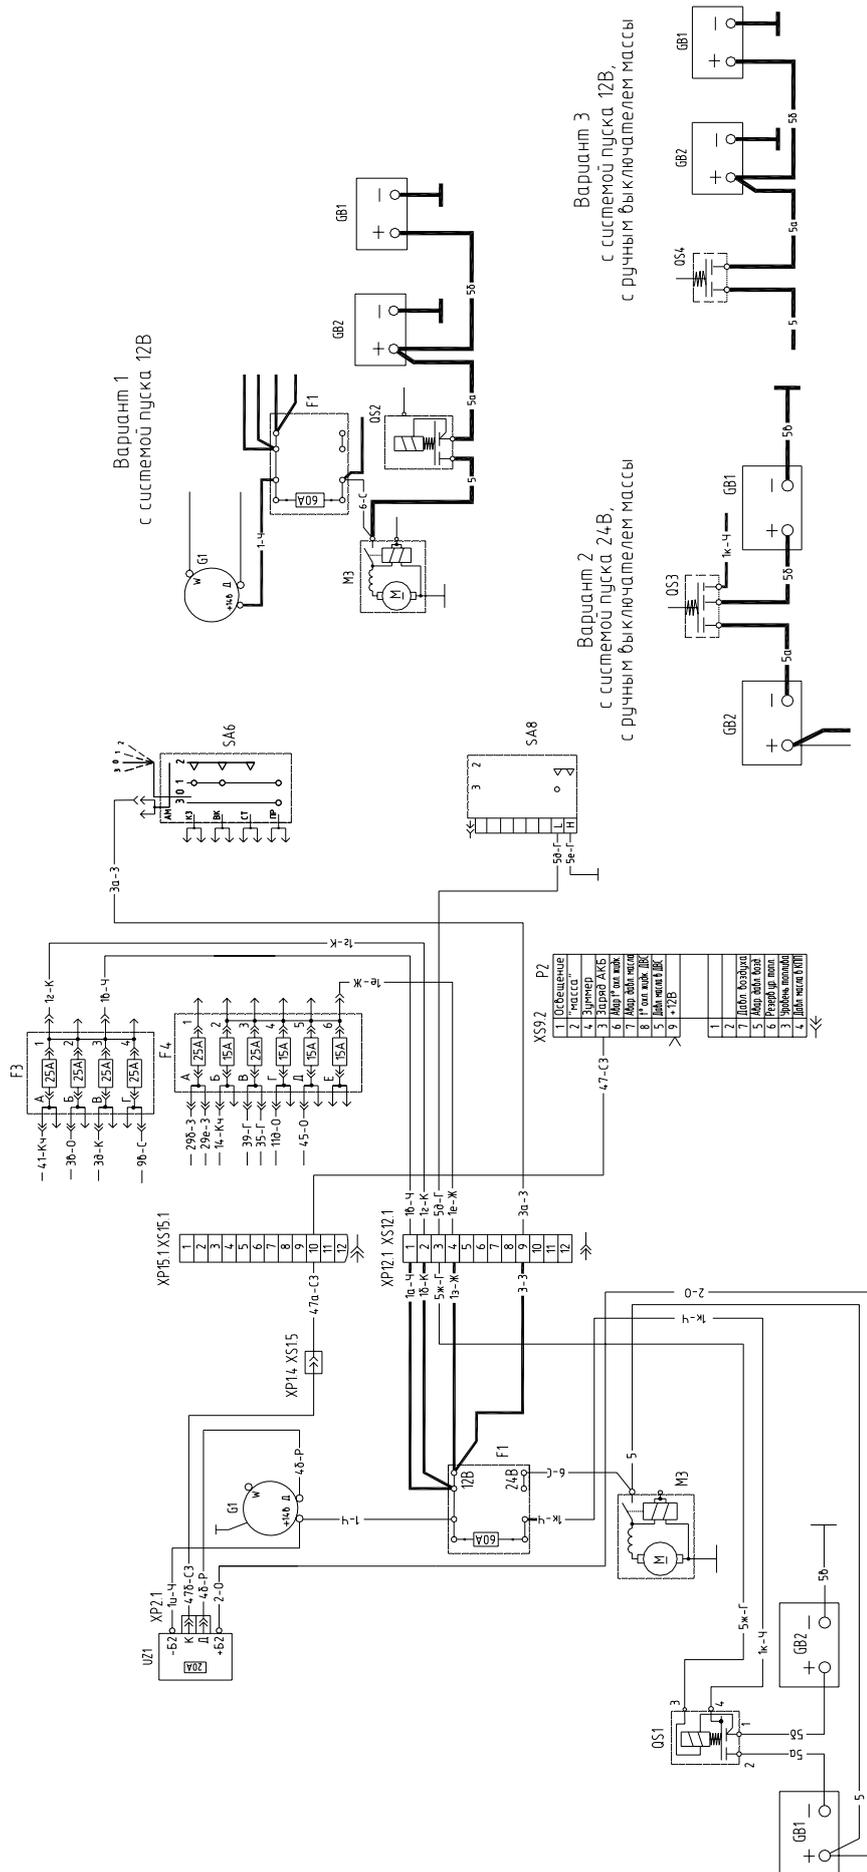
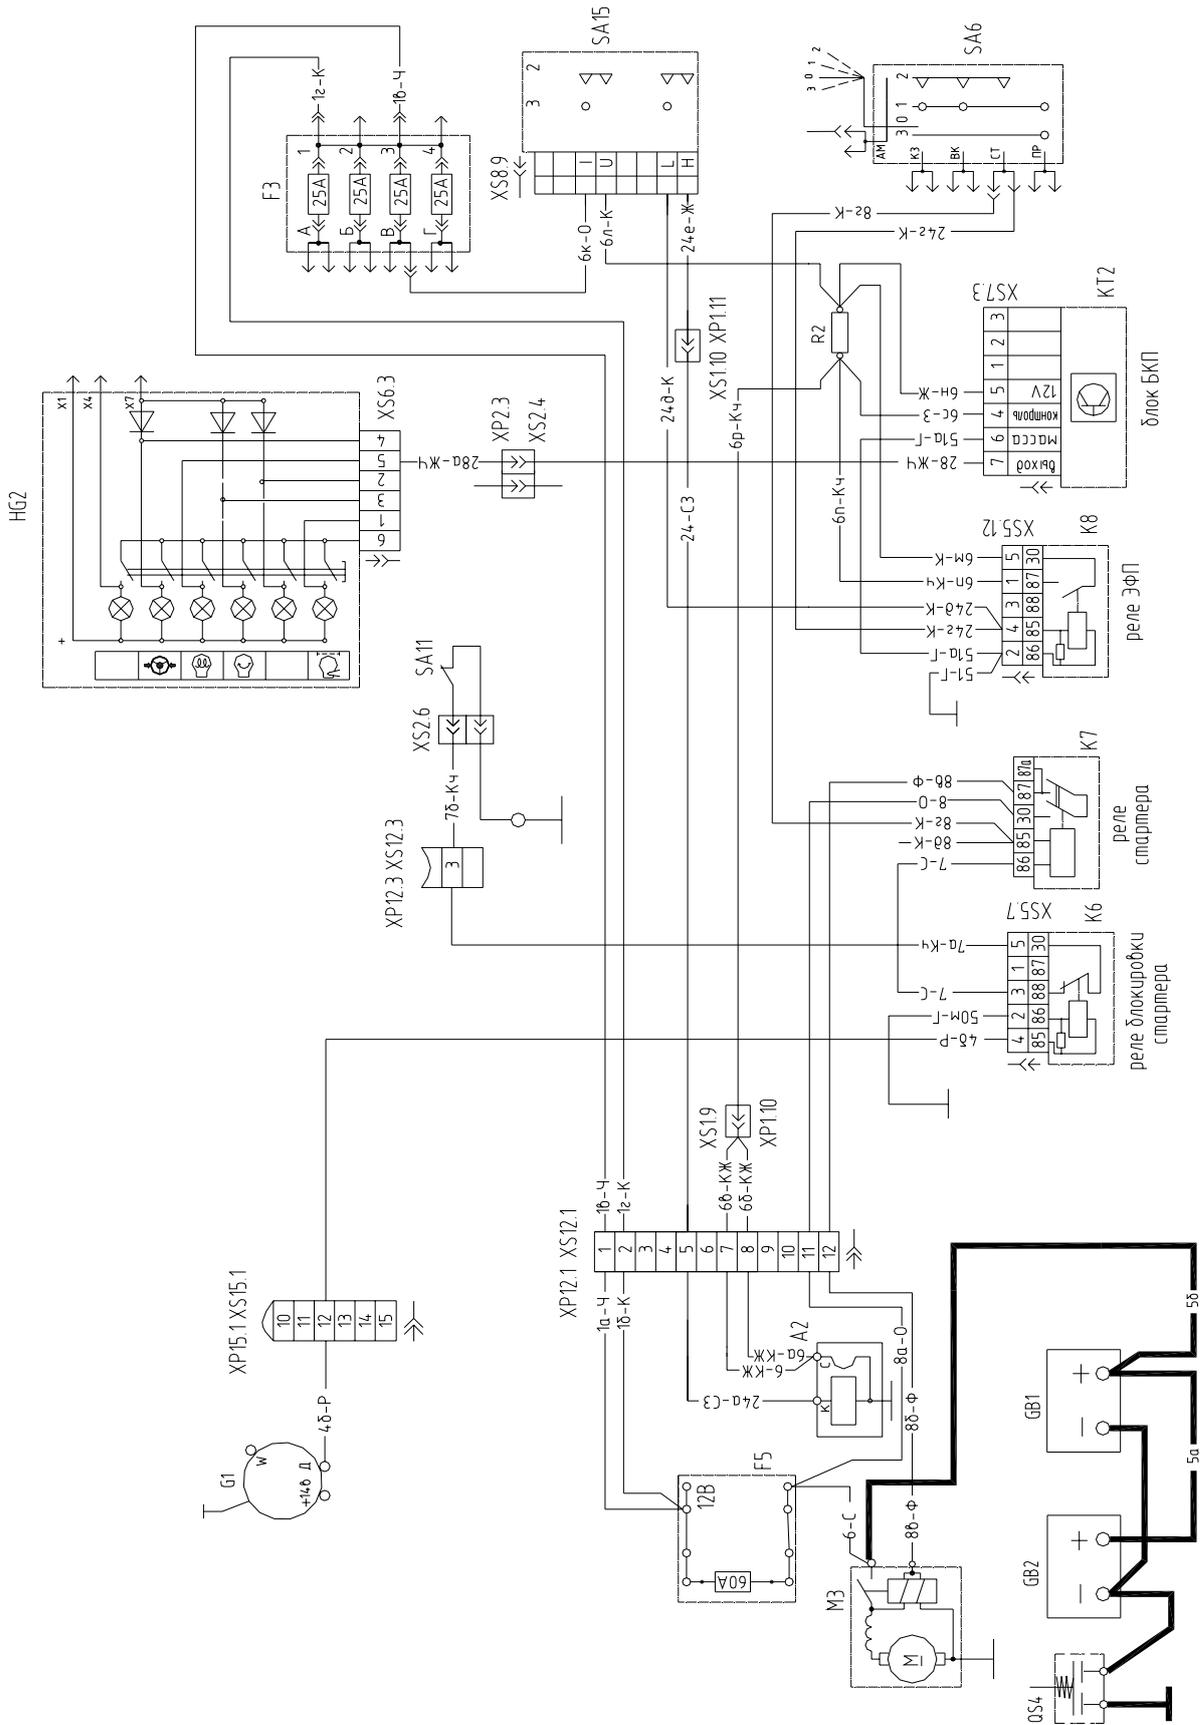
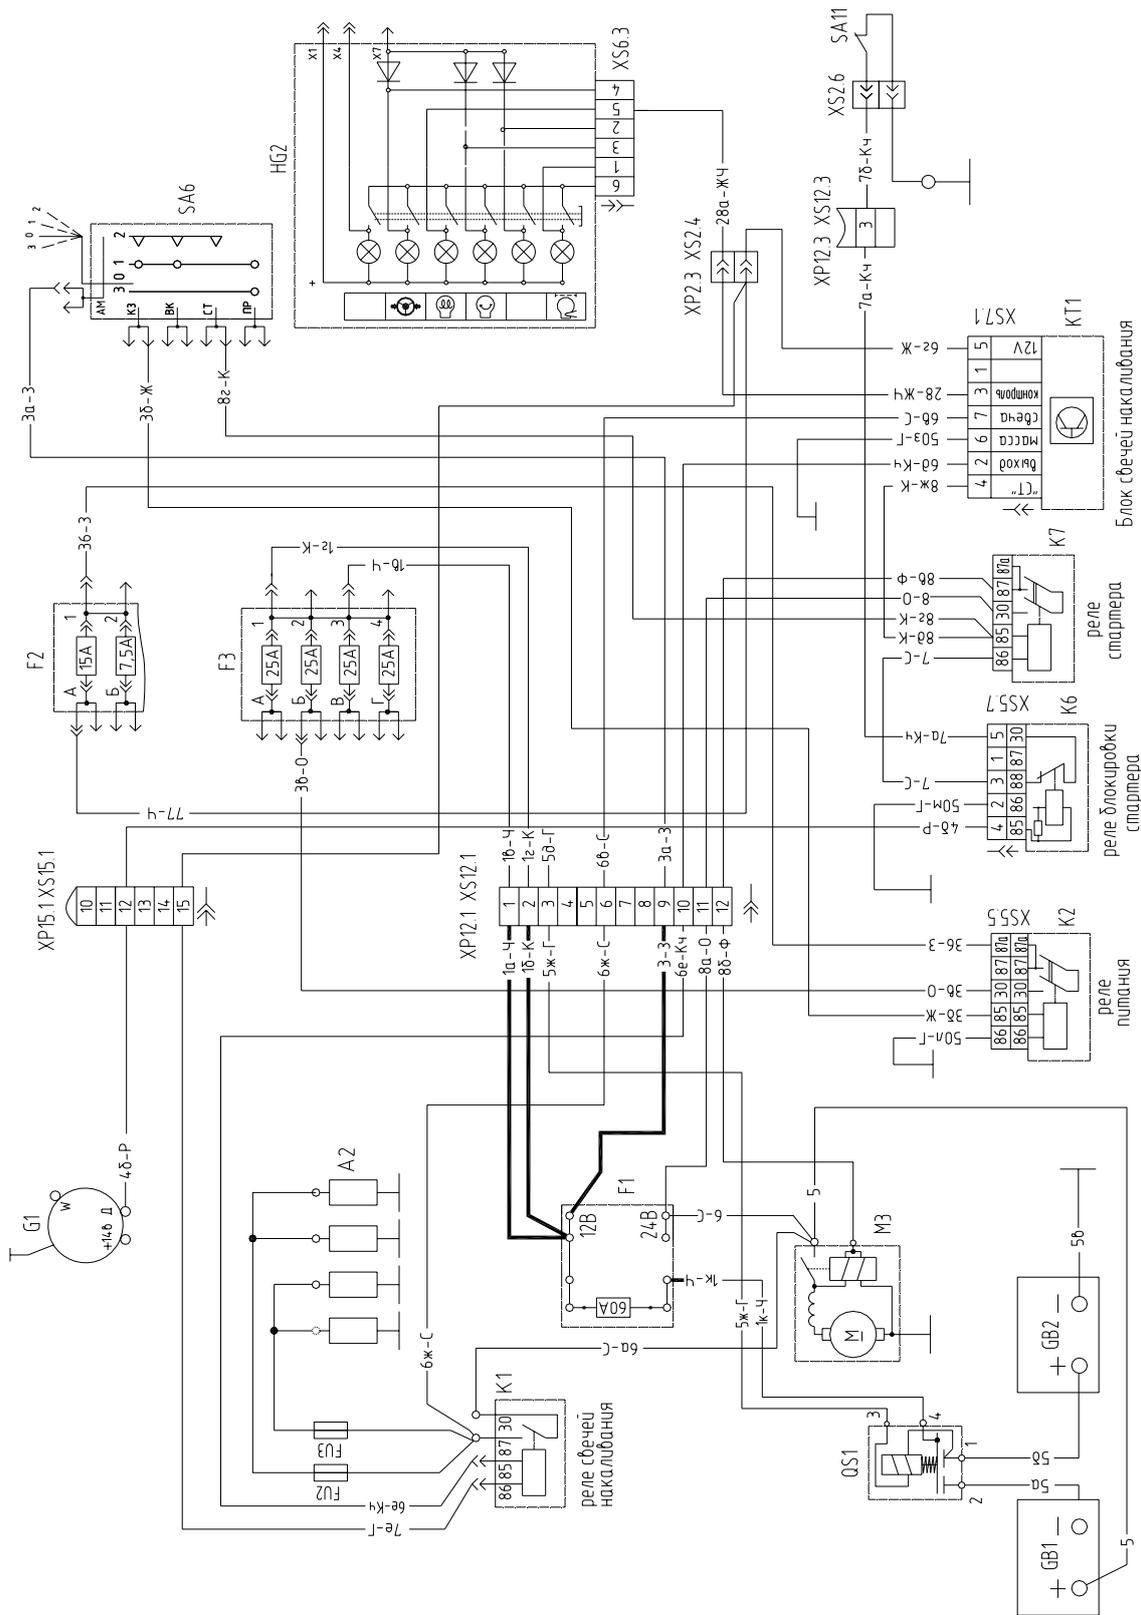

Рис. 2. Система электроснабжения тракторов
Рис.3. Система запуска 12В, средства облегчения пуска (ЭФП).
Рис. 4. Система запуска 24В, средства облегчения пуска (свечи накала)
по 12 В каждая (рис. 2, варианты 1, 3 и рис. 3);
- система с номинальным напряжением бортовой электросети 12 В и системой пуска 24 В с двумя аккумуляторными батареями по 12 В каждая, соединенными последовательно с помощью размыкателя (рис. 2, вариант 2 и рис. 4).
На рис. 2 показана схема системы электроснабжения с четырьмя вариантами соединения АКБ и выключателей «массы» (размыкателей):
Г. На тракторах с системой электроснабжения 12/24В (рис. 2) и преобразователем напряжения UZ1 не заряжается левая АКБ;
А. Стартер М3 номинальным напряжением 12В (рис. 3):
Б. Стартер М3 номинальным напряжением 24В (рис. 4):
ПРИМЕЧАНИЕ. Для системы запуска 24В (рис.4) применяйте контрольную лампу на 24В (А24-21).